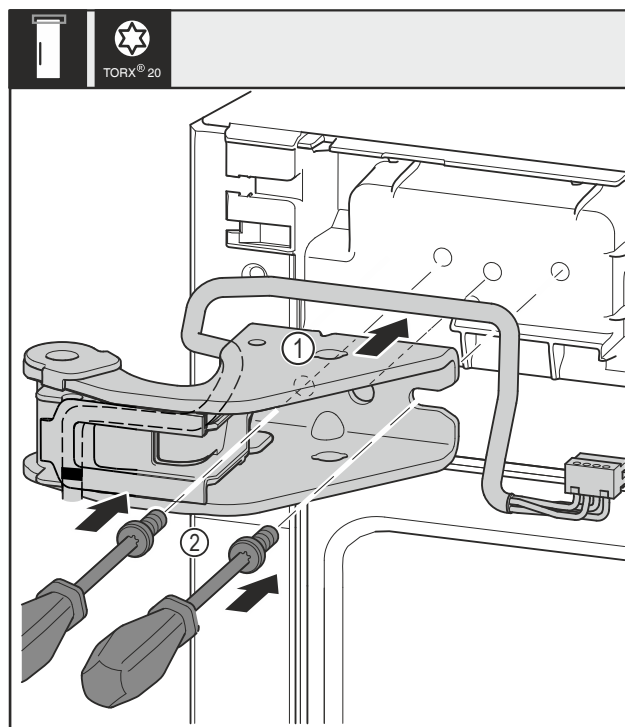

Fig. 31
- ▶ Nasadte horní stojan ložiska Fig. 31 (1).
- ▶ Šroubovákem vsadte šrouby Fig. 31 (2) a utáhněte.